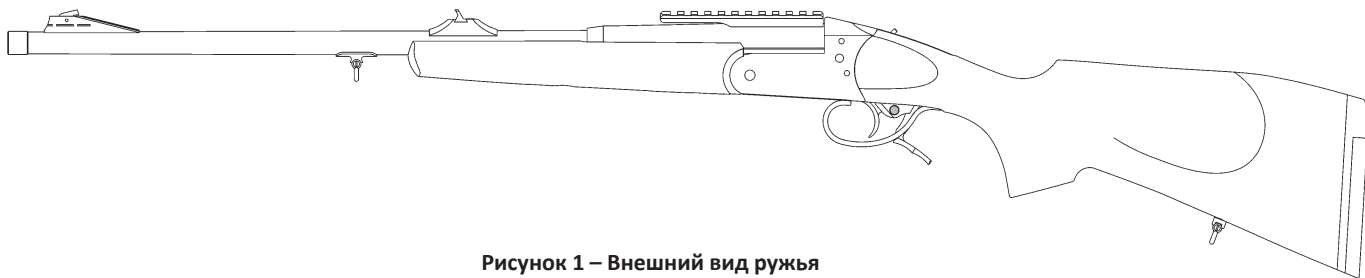

Рисунок 1 – Внешний вид ружья
1.1.1 Ружье охотничье одноствольное "121 Лис" (рисунок 1) и его модификации предназначены для различных видов охоты, занятий спортом, для самообороны граждан и защиты их имущества.